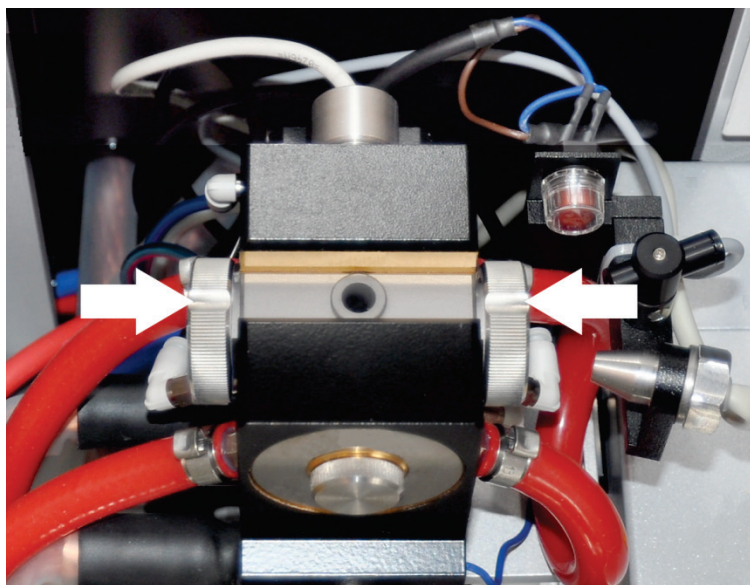

Fig. 53 Segni sulle finestre del fornello
Gli stessi segni devono puntare verso l'alto (→ Fig. 53)!
**Nota:** i segni identici sulle finestre del fornello devono essere rivolti verso l'alto (vedere Fig. 53 pag.100).